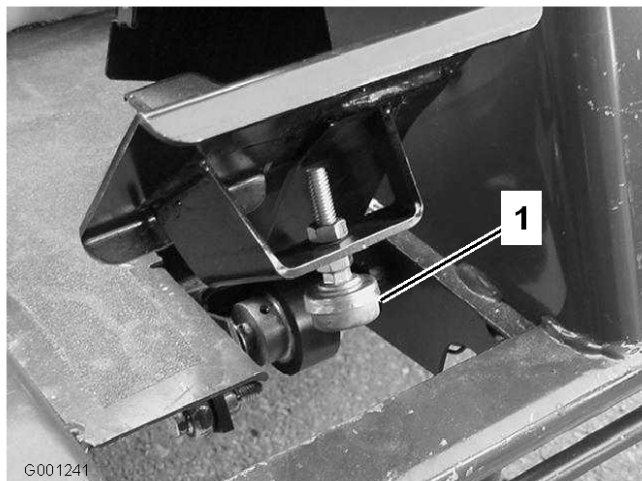

Figura 65
1. Verifique el ajuste del tope del pedal de tracción. El tope del pedal (Figura 65) debe entrar en contacto con el bastidor justo antes de que la bomba alcance su carrera máxima.